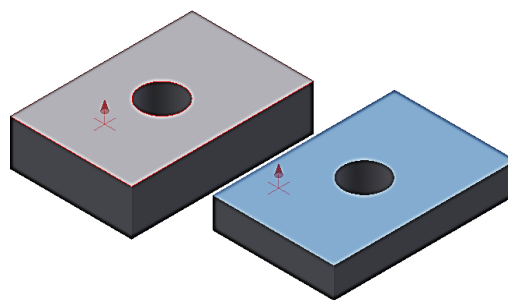

Рис. 3.42. Выбор грани второй пластины
6. Выберите верхнюю грань второй пластины (рис. 3.42).